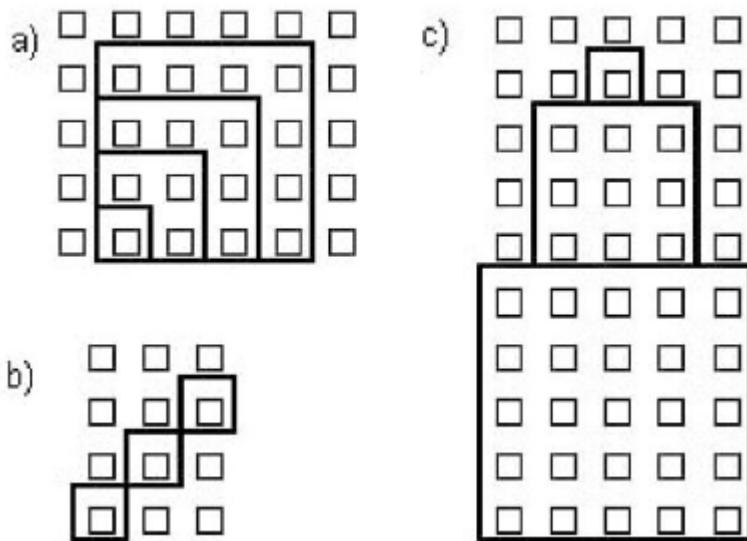

Figura 6.1: ¿Cómo se hace para que un mismo proceso sirva para realizar todos los cuadrados?
Analicemos la figura 6.1. En ella aparecen varios cuadrados de diferente tamaño. Básicamente, hay tres formas de resolver este tipo de problemas:
Programe al robot para que realice el recorrido a) de la figura 6.1.
La resolución del recorrido a) de la figura 6.1 utilizando este proceso es la siguiente:
**Ejemplo 6.2:** Programe al robot para que realice el recorrido c) de la figura 6.1.